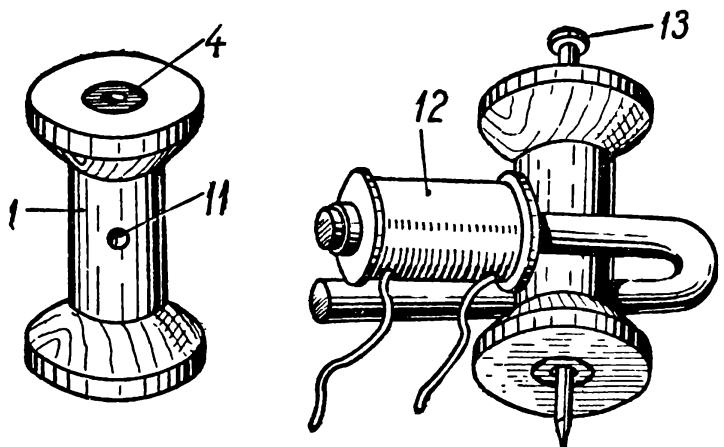

Рис. 118. Сборка статора электромотора:
Как собрать статор (так называется неподвижная часть мотора), показано на рис. 118. В катушку (1) установите отрезок карандаша (4). Посередине шейки катушки проделайте шилом отверстие (11), чтобы в него свободно мог входить конец оси (7). На катушку установите электромагнит (12) и подберите гвоздь